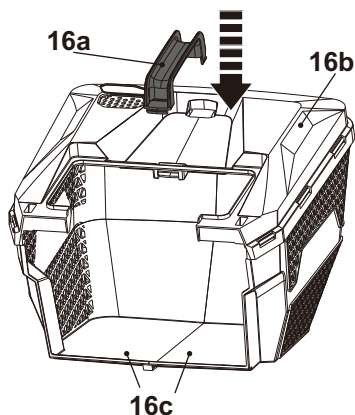

Fig. 6
3. Installez la poignée de transport (16a) sur le dessus du bac de ramassage (16) (Fig. 6).